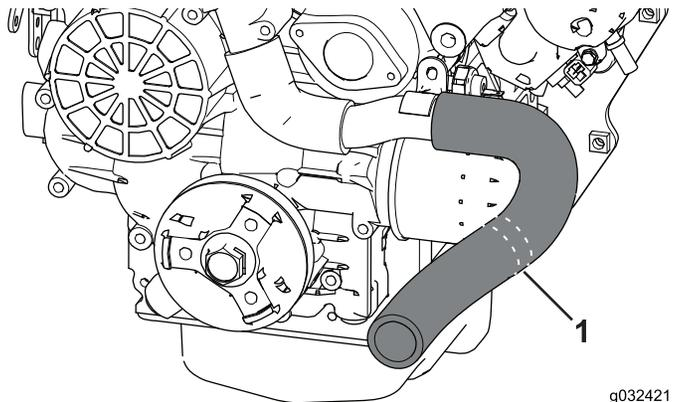

Figura 12
1. Individuate e rimuovete il flessibile del radiatore (Figura 12).
2. Utilizzate un attrezzo da taglio per tagliare il flessibile del radiatore lungo le linee di taglio (Figura 12).